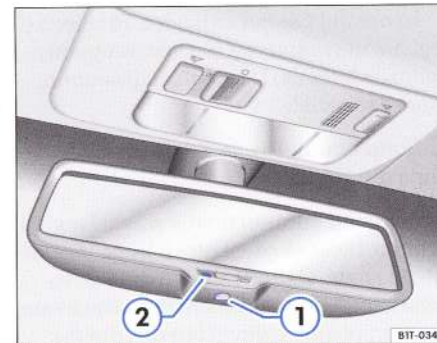

Fig. 49 Imagine de referință: Oglinda interioară cu reglare automată antiiorbire.
Reglarea automată antiiorbire se acționează de la comutatorul din oglinda interioară ⇒ fig. 49 ①. Când reglarea automată antiiorbire este activată, se aprinde lampa de control ②.